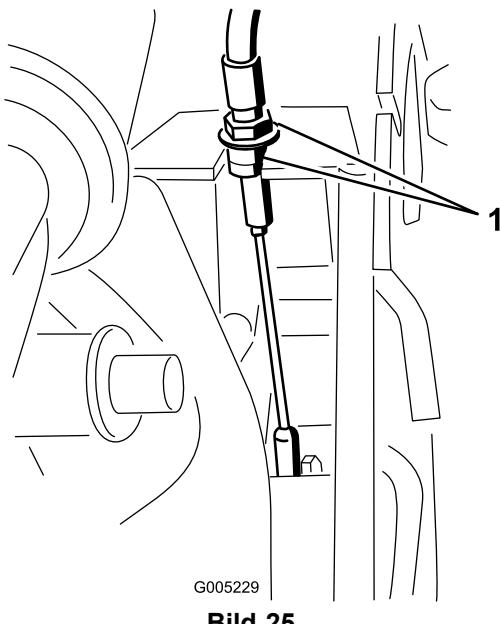

Bild 25
1. Wenn der Selbstantrieb des Rasenmähers nicht funktioniert, drehen Sie die Muttern des Getriebekabels um eine halbe Umdrehung nach rechts, um den Riemen anzuziehen (Bild 25).
2. Wenn der Rasenmäher nach vorne kriecht, drehen Sie die Muttern des Getriebekabels um eine halbe Umdrehung nach links, um den Riemen zu lösen (Bild 25). (Bild 25).